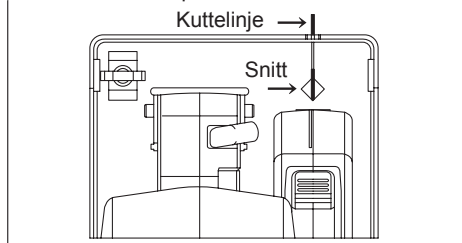

Fig.5
1. Rett inn siktelinjen på skoen med kuttelinjen. [Fig.5]